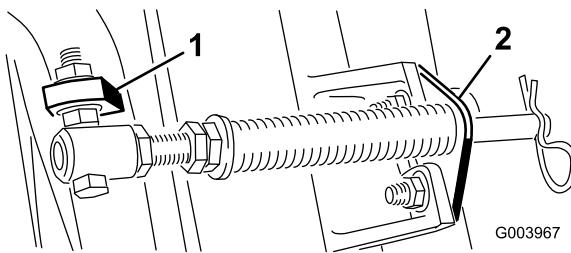

図 5
注 ボルトは、図5に示すように、頭部が外側にくるように取り付ける。
- カッティングユニットのタブにロッドブラケットを取り付け、キャリッジボルトとナットで固定する図5。